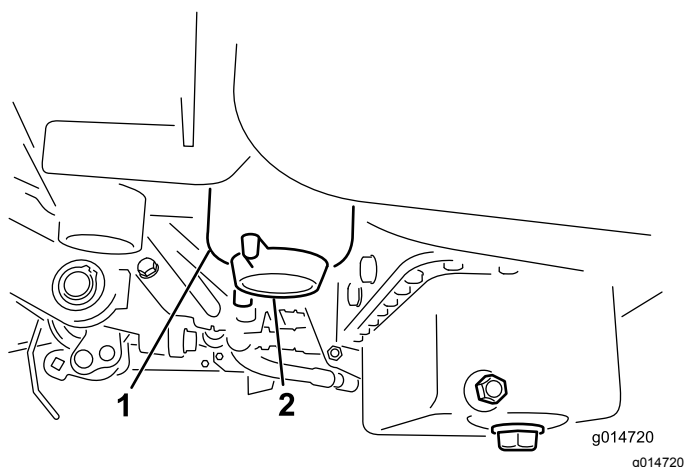

Figura 28
3. Abra o tampão de drenagem no filtro de combustível aproximadamente uma volta e drene qualquer água acumulada (Figura 28).